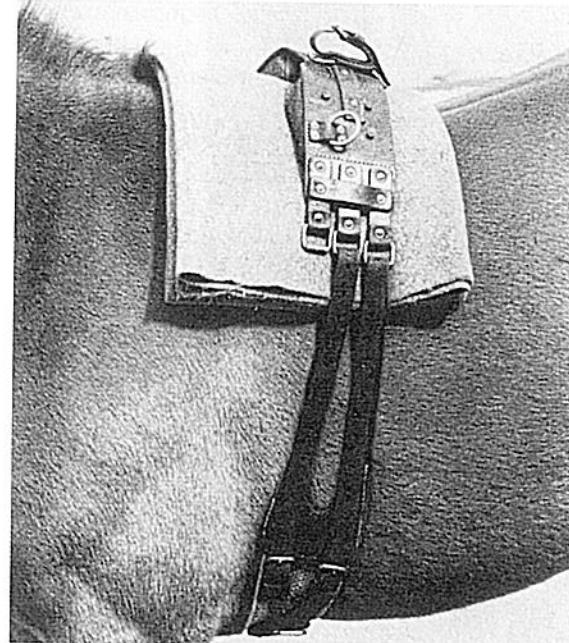

Bild 41
- a. Satteldecke als Unterlage für die Packgurte zwölffach falten, indem die Breite zweimal gebrochen wird und die Länge dreimal; Decke mit offenen Teilen vorne und links auf Pferd legen (Bild 41);
- b. Strüppen der Bastgurte durch die mittleren und hinteren Ringstücke der Packgurte einziehen (Bild 41);